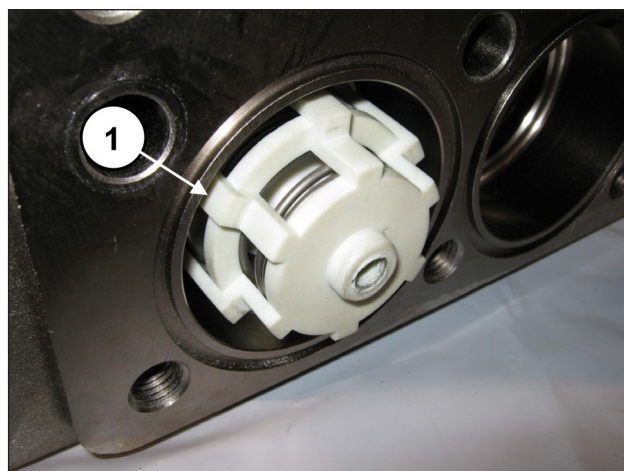

Fig. 152
El grupo de la válvula se ha de introducir a fondo como se indica en la pos. ①, Fig. 152.